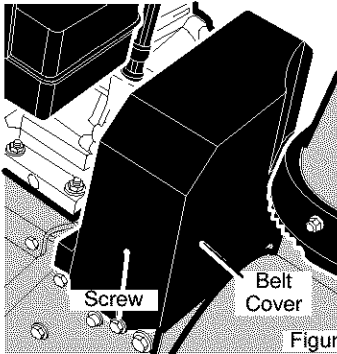

Figure 78
3. Quite el **ornillo** de la **cubierta de la correa**. Quite la **cubierta de la correa** (Figure 78).